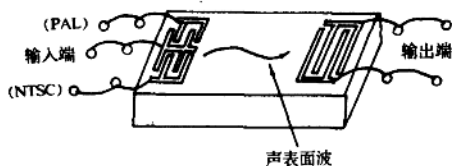
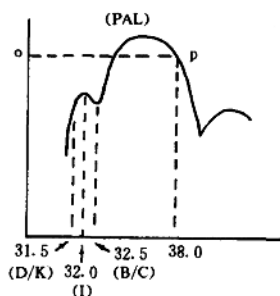
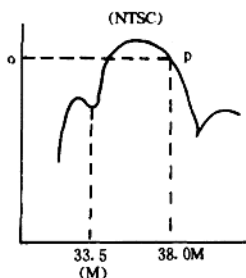

图 1-5 声表面波滤波器基本结构
图 1-6 PAL 制输出特性
图 1-7 NTSC 制输出特性
(2)工作原理:本机采用的声表面波滤波器为 F1806D,它的基本结构见图 1-5,其输出特性 PAL 制见图 1-6,NTSC 制见图 1-7。
从声表面波滤波器输出的中频信号，输入到中放集成块 T51496P④、⑤脚(见图 1-7)通过两级中频放大，增益约为 40dB，一路送入同步检波电路，另一路经选频限幅放大送入同步检波电路，检波出的复合视频信号峰峰值为 $2V_{P-P}$ ，由⑬脚输出。输出的视频信号送至 Q_{006} 、 Q_{008} 基极，当接收 PAL 制时，M37210M4-786SP②脚为低电平，则 Q_{009} 截止， Q_{018} 导通，视频信号经 Z_{003} 、 Z_{005} 陷波器，对 5.5~5.75MHz、6.0~6.5MHz 频率进行陷波，将第二伴音中频信号吸收掉，经 Q_{018} 、 Q_{007} 输出到插座 H005⑩脚。当接收 3.58NTSC 制时，M37210M4-